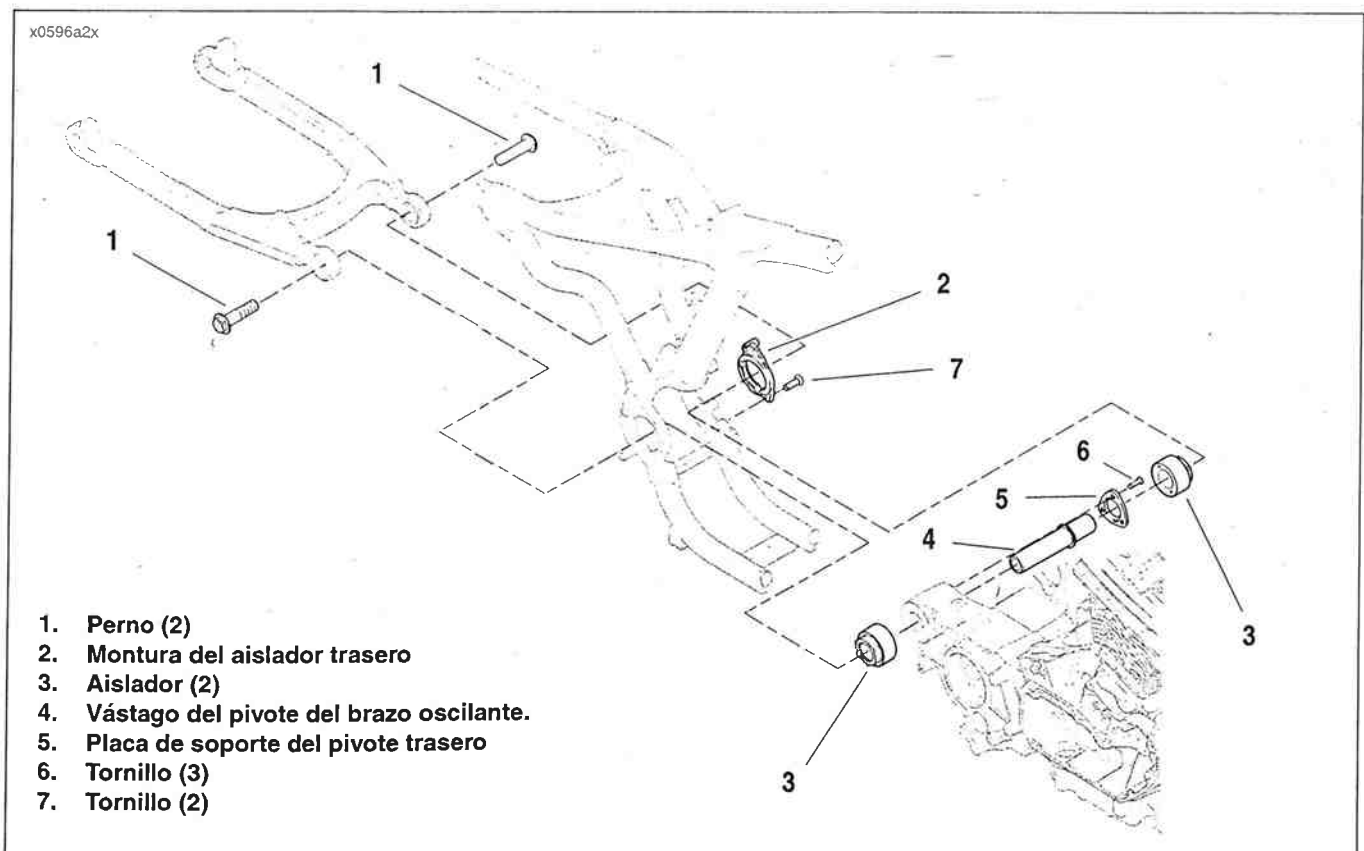

Figura 2-140. Soporte trasero del motor/aislador
11. Vea la Figura 2-140. Quite los pernos pivote de la horquilla trasera (1).
18. Vea la Figura 2-140. Extraiga los dos tornillos (7) que aseguran la montura del aislador trasero (2) al lado izquierdo de la estructura. Quite la montura del aislador y el aislador izquierdo (3).
19. Quite los tres tornillos (6) que aseguran la placa de soporte del pivote trasero (5) a la parte trasera de la caja del motor. Quite la placa de soporte y el eje del pivote del brazo oscilante (4).
1. Vea la Figura 2-140. Instale un aislador trasero derecho **nuevo** (3) dentro de la estructura, alineando las lengüetas en el aislador con las ranuras en la estructura. Deslice la parte trasera del motor a la derecha hasta que el saliente de montaje del motor en la parte trasera del cárter haga contacto con el aislador derecho.
2. Deslice el eje pivote del brazo oscilante (4) a través del saliente de montaje del motor.
11. Vea la Figura 2-140. Deslice la horquilla trasera a su lugar. Instale los pernos pivote de la horquilla trasera (1). Apriete a 81,4-95,0 N·m (60-70 lb-pie). Quite el vehículo de las correas de amarre que sostienen la horquilla trasera.